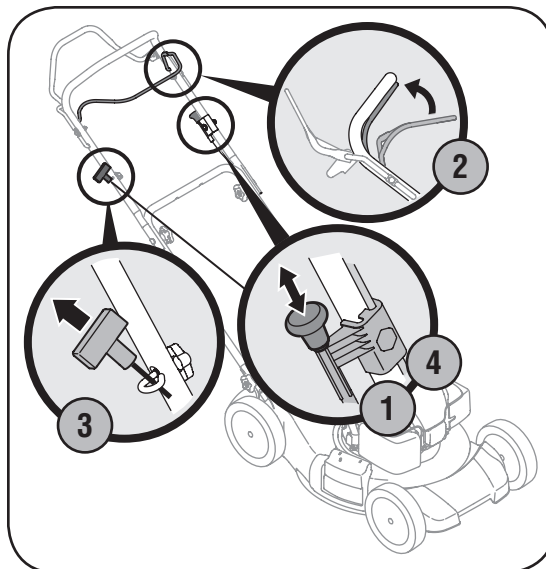

Figura 4-2: Poner en marcha la podadora.
1. Saque la perilla de estártér localizada en el lado izquierdo del mango superior. Vea la Figura 4-2.
2. Colóquese detrás de la podadora, apriete la manija de control de la cuchilla y sosténgala contra la manija superior. Ver la Figura 4-2.
3. Sostenga firmemente las dos manijas juntas, tome la manija del arrancador de retroceso y tire de la cuerda para sacarla con un movimiento rápido y continuo. Vea la Figura 4-2. Mantenga firme la manija del arrancador, deje que la cuerda regrese lentamente al arrancador. Repita hasta que el motor esté en marcha. Deje que la cuerda se enrosque lentamente de regreso.